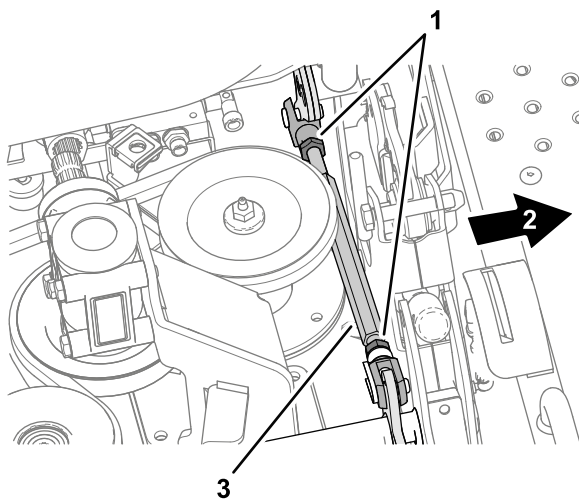
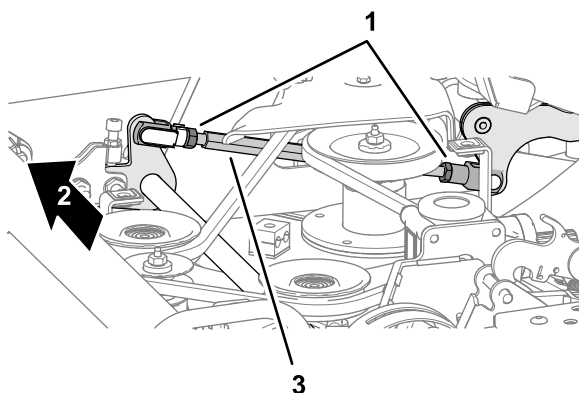

Figura 128
Figura 129
- B. Afloje las contratuercas de los mecanismos de ajuste de inclinación de la carcasa (**Figura 128** y **Figura 129**) a cada lado de la carcasa.